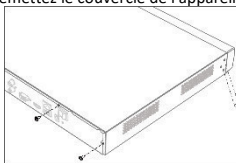

Figure 1-1 Retirez le couvercle
Step 1 Retirez le couvercle de l'appareil en dévissant les vis de chaque panneau. Reportez-vous à Figure 1-1.